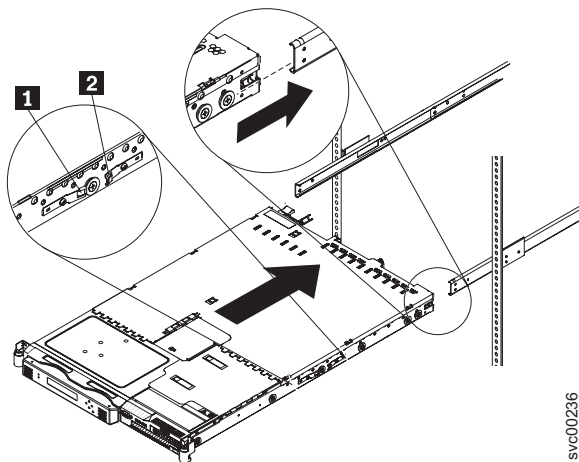

図 39. SAN ボリューム・コントローラー 2145-8G4 とラック・スライドとの位置合わせ
3. ノードの 2 つの後部ホイールをスライドの開口部に位置合わせし、後部スライド解放ラッチ (図 39 の **2**) がカチッと音を立てて所定の位置に収まるまで、ノードをスライド内に押し込み、ノードをスライドにロックします。